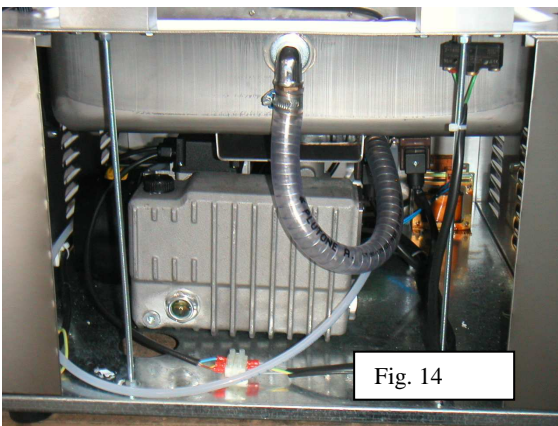

Fig. 14
2. Déplacer le carter comme en fig. 14.